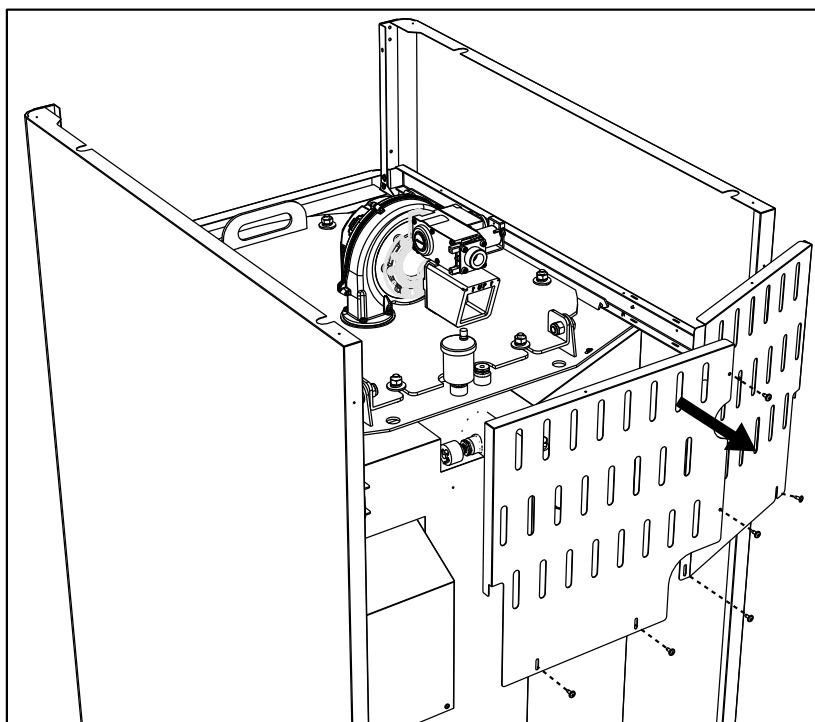

fig. 69
- Quite los paneles posteriores (fig. 69).